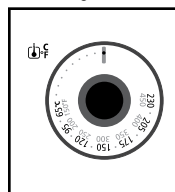

Figura 2
3. **Botão de controle de temperatura:** Ajusta o termostato à temperatura desejada. (Veja Figura 2)